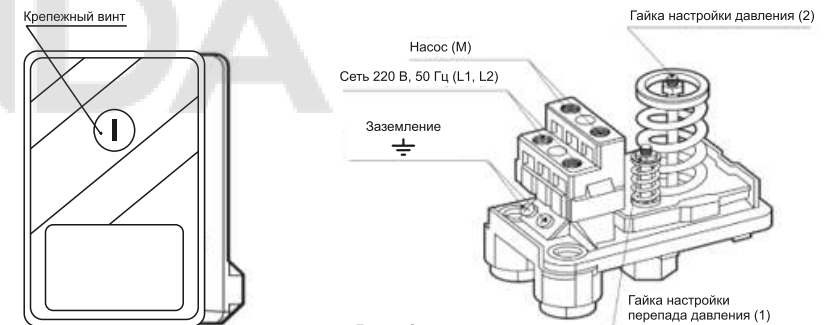

Рис. 4
- открутить крепежный пластмассовый винт (рисунок 4), снять крышку реле. Регулировка верхнего и нижнего предела давления осуществляется гайкой (2), фиксирующей положение пружины (рисунок 4). Чтобы увеличить значение верхнего и нижнего предела давления, необходимо закручивать гайку по часовой стрелке. Чтобы уменьшить значение верхнего и нижнего предела давления, необходимо отвернуть гайку против часовой стрелки, тем самым ослабив пружину.
**ВНИМАНИЕ!** При вращении гайки (2) значения верхнего и нижнего предела будет изменяться на одинаковую величину.
Гайка (1) предназначена для регулировки перепада давления путем изменения нижнего предела (рисунок 4). Чтобы уменьшить перепад давления, необходимо отвернуть гайку против часовой стрелки, тем самым ослабив пружину. Чтобы увеличить перепад давления, необходимо закручивать гайку по часовой стрелке.